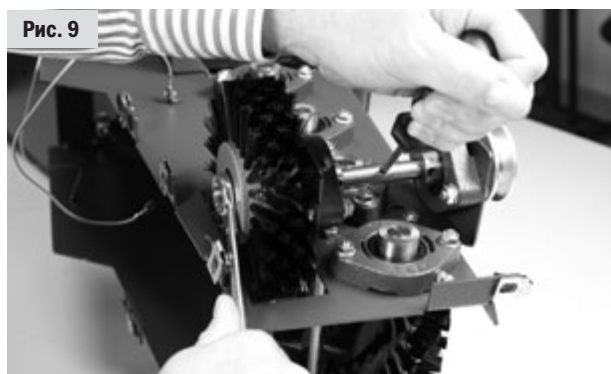

Рис. 10
5. Отпустите 2 кольца подшипника (внутренний шестигранник, размер ключа 2,5 мм) (рис. 10)